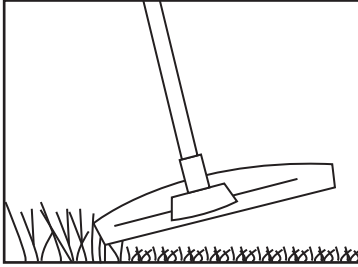

Fig. 20
1. Atașează capul de tăiere (16) pentru a tăia tipuri mai mici de buruieni, iarbă de gazon sau altă vegetație moale similară. Asigură-te că apărătoarea trimmerului (13) a fost fixată corespunzător.
4. Ține capul de tăiere (16) chiar deasupra solului, la un unghi de aproximativ 30° (Fig. 20).